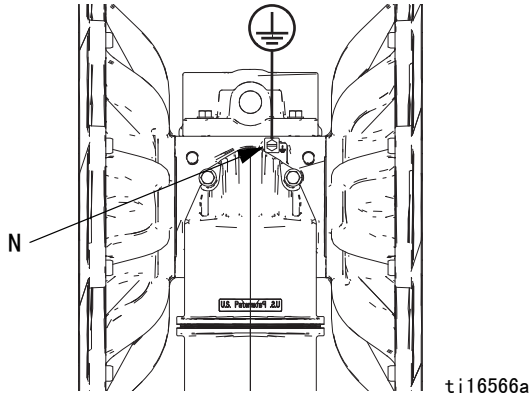

图 3. 接地螺丝和导线
- N 接地螺丝（仅铝质和不锈钢，请参见图 3（第 10 页））
**泵：**见图 3。拧松接地螺丝 (N)。将一条最小为 12 号的接地导线的一端插入接地螺丝的后面并牢固地拧紧螺丝。将接地导线夹紧的一端连接到真正的接地端。Graco 公司可提供接地导线和线夹，零配件号为 238909。